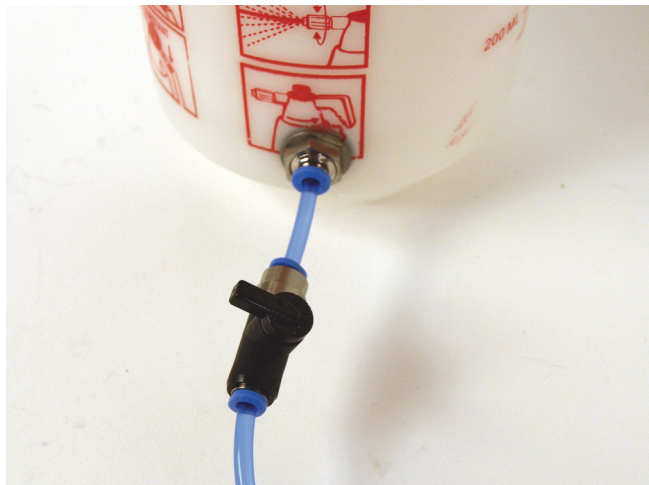

図 1-6 閉位置の供給管バルブ
1. 供給管のバルブが閉じていることを確認してください (29 ページの図 1-6)。